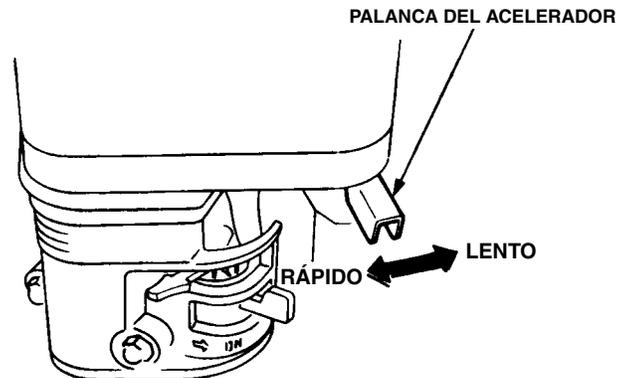

Figura 14. Palanca del acelerador
4. Coloque la palanca del acelerador (Figura 14) a medio camino entre la posición **FAST** (rápido) y **SLOW** (lento).
1. Coloque la palanca del acelerador (Figura 14) en la posición lenta y escuche para verificar la reducción de velocidad del motor.